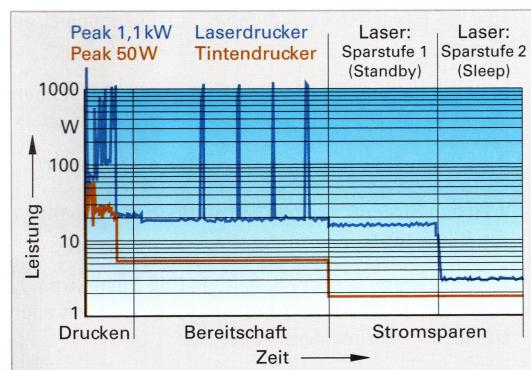

Bild 2: Leistungsvergleich Drucker
- 3.** Welche Arbeitskosten ergeben sich, wenn statt des Tintendruckers in Aufgabe 2 ein Laserdrucker mit den Daten nach **Bild 2** und **Tabelle 2** benutzt wird?